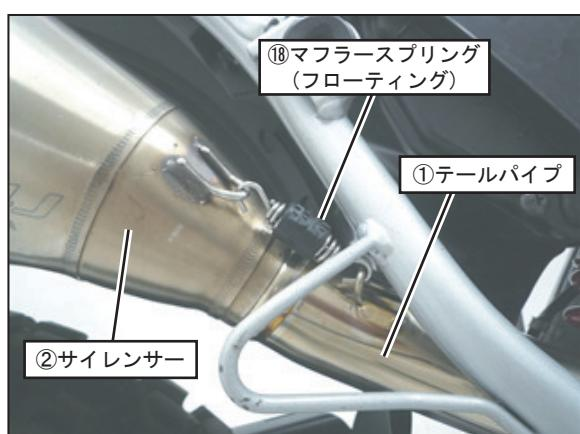

FIG. 9
8. ②サイレンサーを①テールパイプに取り付け、⑯マフラーースプリング（フローティング）をスプリング取付工具を使用して取り付けて下さい。（FIG. 9参照）